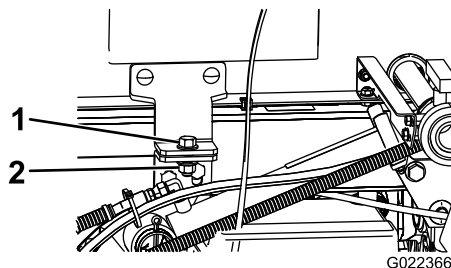

Рисунок 41
4. Выверните предохранительные болты из передней части рамы (Рисунок 41).